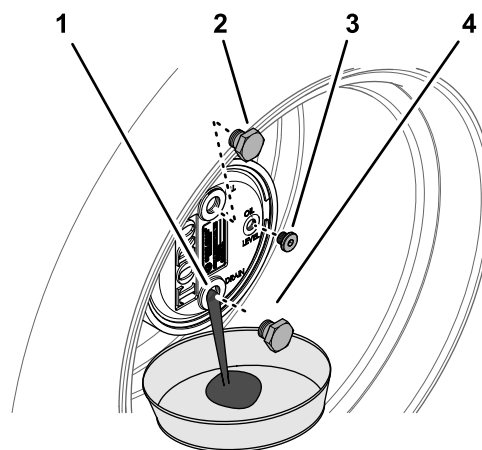

Рисунок 62
2. Снимите пробку заливного отверстия, расположенную в положении «12 часов», и пробку контрольного отверстия, расположенную в положении «3 часа» (Рисунок 62).
3. Подставьте сливной поддон под ступицу планетарной передачи, снимите пробку сливного отверстия, расположенную в положении «6 часов», и дайте маслу полностью стечь (Рисунок 62).
5. Установите пробку сливного отверстия в сливное отверстие корпуса планетарного редуктора (Рисунок 62).